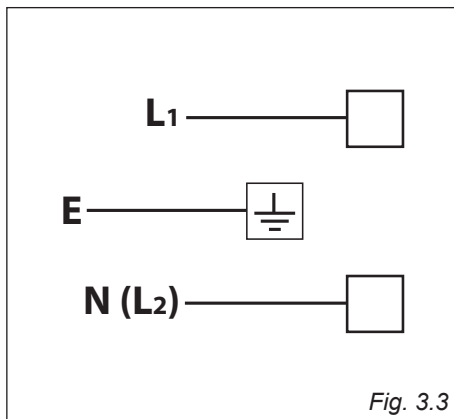

Fig. 3.3
- Il nuovo cavo di alimentazione, di tipo e sezione adeguata, deve essere fissato alla morsettieria secondo lo schema elettrico in fig. 3.3.